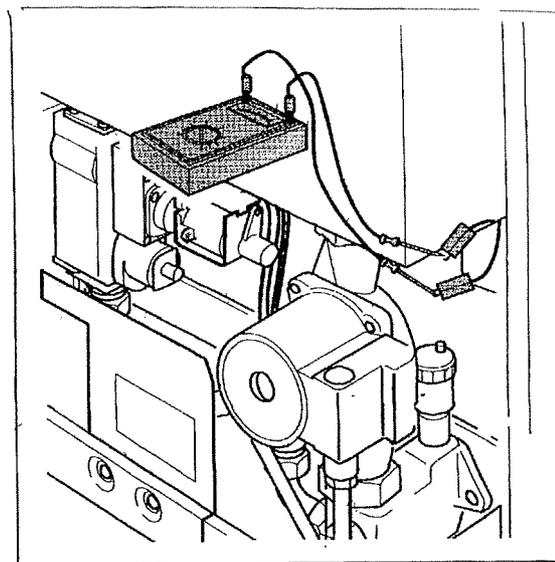

Fig. 27 Misurazione della corrente di ionizzazi
- ◆ Staccare il collegamento a spina del cavo di controllo e collegare in serie lo strumento di misura (Fig. 27). Sullo strumento selezionare la corrente continua in  $\mu\text{A}$ .